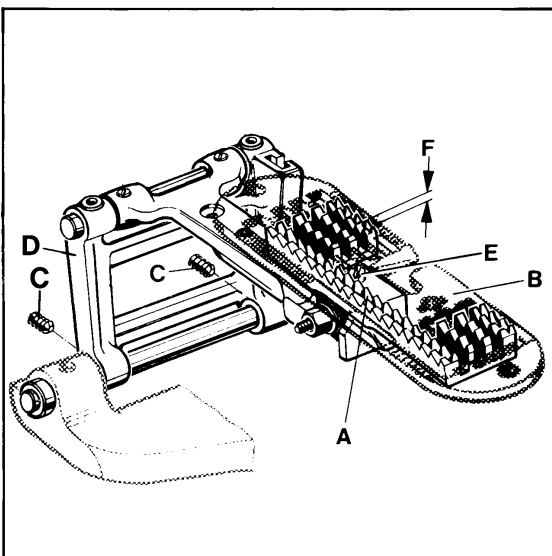

Fig. 15
The lower feed dog (A, Fig. 15) should center laterally in the slots of throat plate (B). If an adjustment is necessary loosen the two (set) screws (C) and move feed rocker (D) to the left or right as required. Retighten (set) screws (C).
At highest point of feed travel the rear teeth of the feed dog (A, Fig. 15) should just project their full depth (F) above the top surface of throat plate. Adjust the supporting screw (E) in the feed bar to the required height and assemble the feed dog.
Der untere Transporteur (A, Fig. 15) muß in den Schlitzen der Stichplatte (B) seitlich vermittelt sein. Ist eine Einstellung notwendig lösen Sie die beiden Gewindestifte (C) und schieben den Transportantriebsrahmen (D) nach Bedarf nach links oder rechts. Ziehen Sie die Gewindestifte (C) wieder an.
Im höchsten Punkt der Transportbewegung sollen die hinteren Zähne des Transporteurs (A, Fig. 15) gerade eine Zahnhöhe (F) über die Stichplattenoberfläche ragen. Stellen Sie die Stützscharbe (E) im Transporteurträger auf die entsprechende Höhe und montieren Sie den Transporteur.